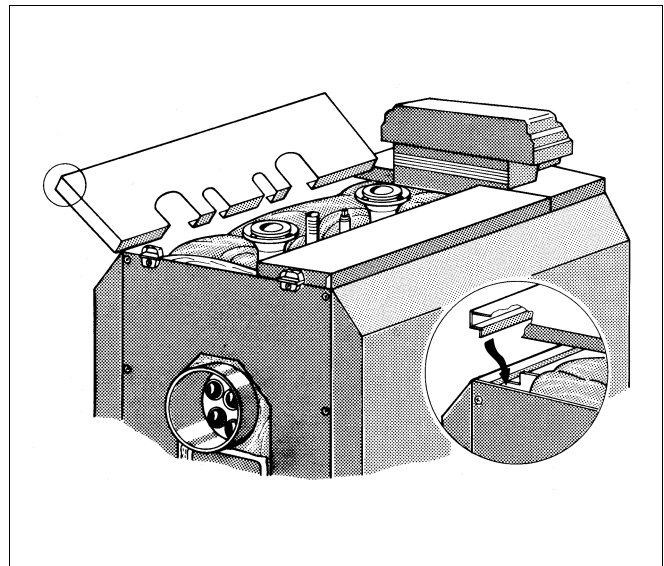

Fig. 19 Montaj carcasă cazan
- Așezați componenta stângă a carcasei pe peretele lateral și pe muchia din spate, precum și pe muchia din față a carcasei (fig. 19).
- Așezați componenta dreaptă a carcasei cu decupările pentru ștuțurile de racordare pe muchia peretele lateral și pe muchia din spate, precum și pe muchia carcasei din stânga și din față (fig. 19).